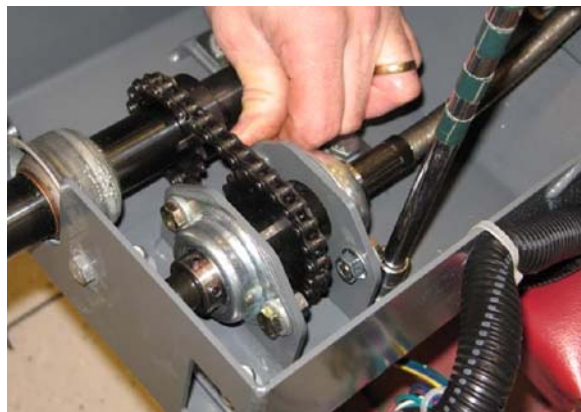

FIG. 34
6. **Modelli meno recenti:** spingere sull'assieme della piastra di supporto e serrare l'hardware (24 Nm /18,5 ft lb) per fissare l'assieme della piastra di supporto al canale dello sterzo. (Fig. 34)